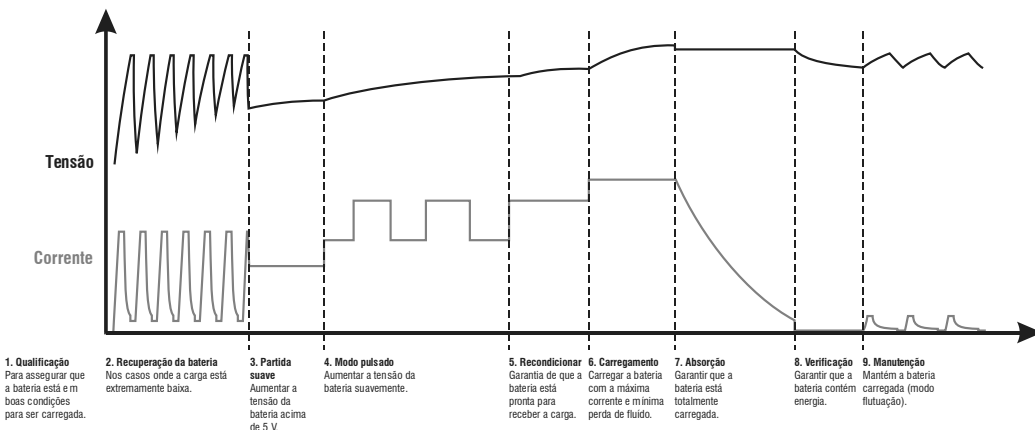

Fig. 1 – Etapas para carregamento da bateria
- Sistema com microprocessador que divide o carregamento da bateria em 9 etapas, Fig. 1. Estas etapas garantem uma melhor qualidade no carregamento da bateria, assegurando desta forma uma maior vida útil.